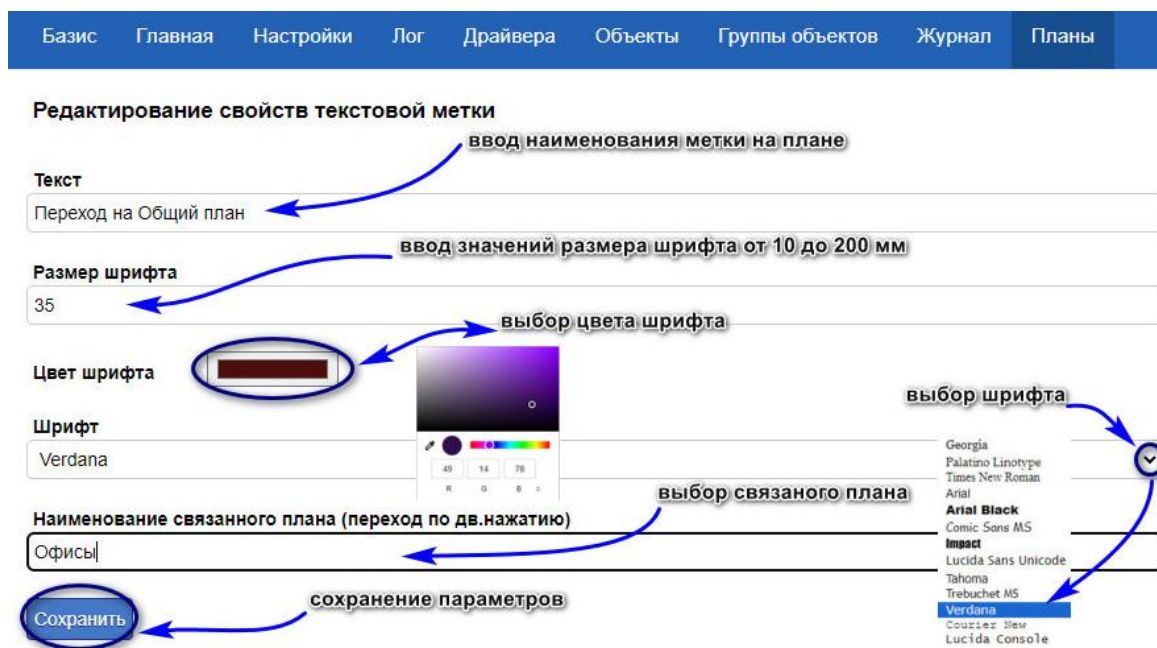

Рис. 194. Редактирование текстовой метки на плане ПО АСУ «Базис»
- Наименование связанного плана; (текстовый ввод или выбор из списка созданных в системе планов по кнопке « ← ») (Рис. 194)